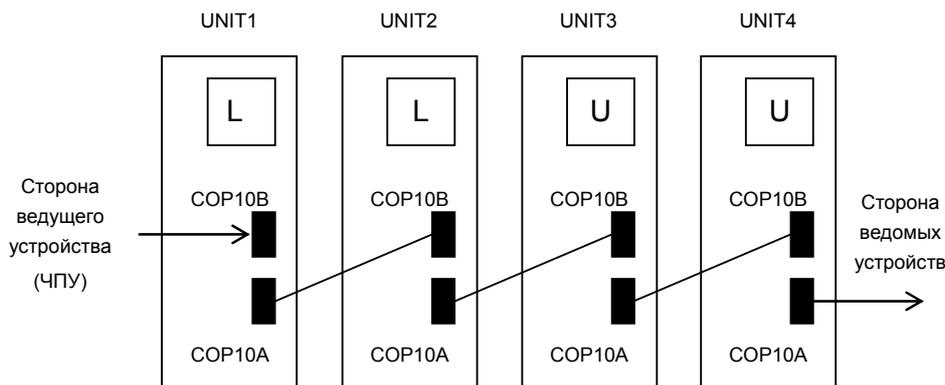

Рис. 3.2.13
- (2) Причина и способ устранения
- (a) Замените оптический кабель (COP10A) самого дальнего от устройства ЧПУ сервоусилителя, на котором горит L (на рис. 3.2.13 это кабель между UNIT2 и UNIT3).
- (b) Замените сервоусилитель, расположенный дальше всего от устройства ЧПУ, на котором горит индикация L (на рис. 3.2.13 это UNIT2).
- (c) Замените сервоусилитель со стороны COP10B, расположенный дальше всего от устройства ЧПУ, на котором горит индикация L (на рис. 3.2.13 это UNIT3).